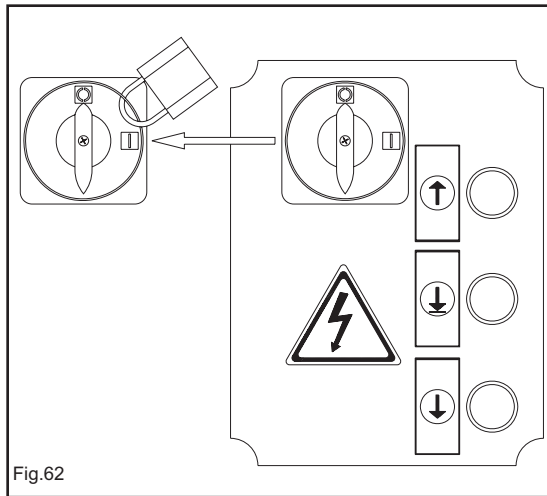

Fig.62
- l'interruttore generale sul quadro deve essere bloccato **IN POSIZIONE "0" mediante un LUCCHETTO** (Fig.62).
- the main switch on the control box must be locked in **POSITION "0" by using a LOCK** (Fig.62).